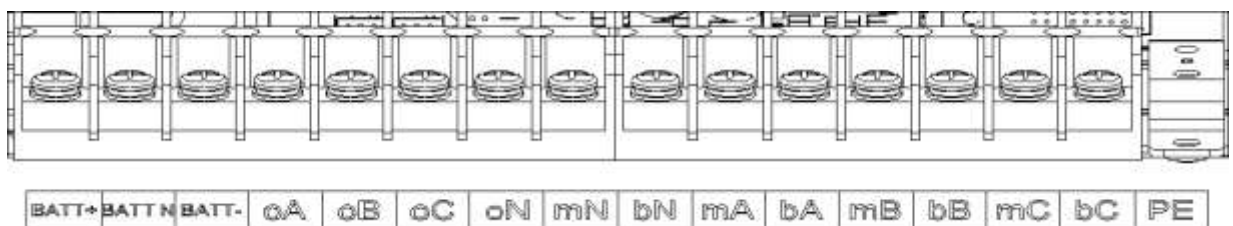

Рис.3-4 Клеммный терминал
- (1) Убедитесь, что все выключатели ИБП полностью разомкнуты, а внутренний байпасный переключатель ИБП открыт. Прикрепите к этим переключателям необходимые предупредительные знаки, чтобы предотвратить несанкционированную работу.
- (2) Откройте заднюю дверцу шкафа, снимите пластиковую крышку. Входной и выходной клеммы, клемма аккумулятора и клемма защитного заземления показаны на рис.3-4.